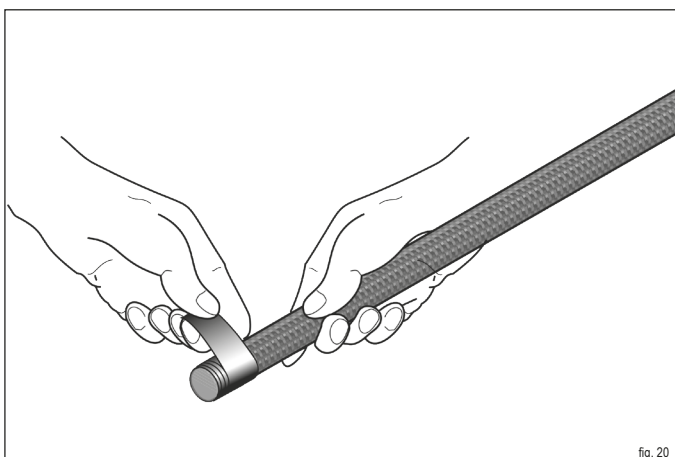
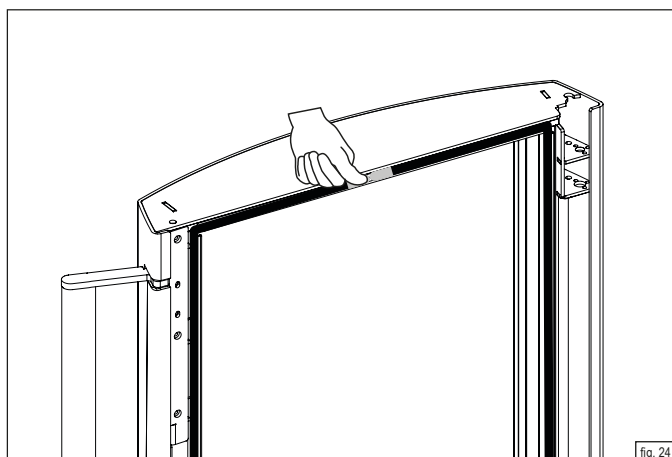

fig. 20
fig. 24
- ▶ **Avvolgere la nuova guarnizione con il nastro di rame da un lato con una lunghezza di circa 3 cm (fig. 20).**
- ▶ **Avvolgere l'estremità anche con il nastro di rame (fig. 20) e premere la guarnizione all'interno della guida (fig. 24)**